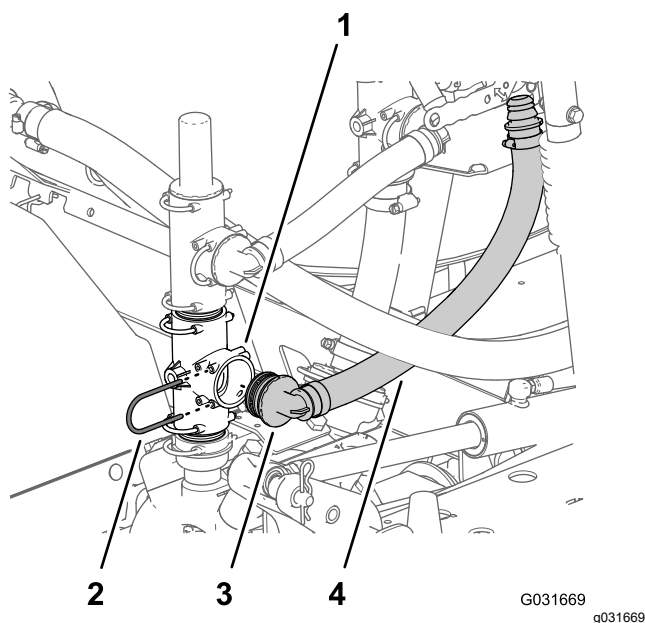

Figura 10
1. Alinai celălalt fitting de 90° al ansamblului furtunului de alimentare cu orificiul deschis al fittingului în T inferior de la pompa pulverizatorului i introducei fittingul de 90° până când este aezat (Figura 10).
2. Fixai fittingul de 90° la fittingul în T de la pompa pulverizatorului cu opritorul (Figura 10) pe care l-ai demontat în pasul 1 din Repoziționarea supapei de depresurizare i a fittingului în T superior (Pagină 5).